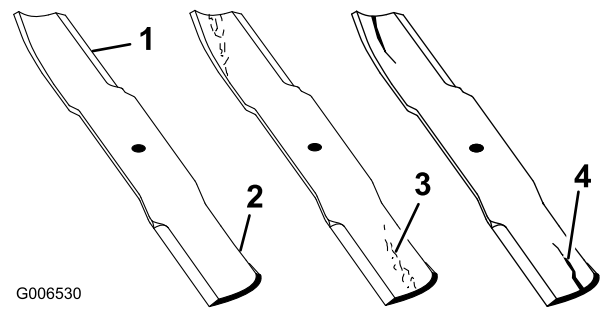

Figure 42
1. Examinez le tranchant des lames (Figure 42). Si elles ne sont pas tranchantes ou si présentent des indentations, déposez et affûtez les lames (voir Affûtage des lames).
2. Inspectez les lames, surtout la partie relevée (Figure 42). Remplacez immédiatement toute lame endommagée, usée ou qui présente une entaille (repère 3 de la Figure 42).